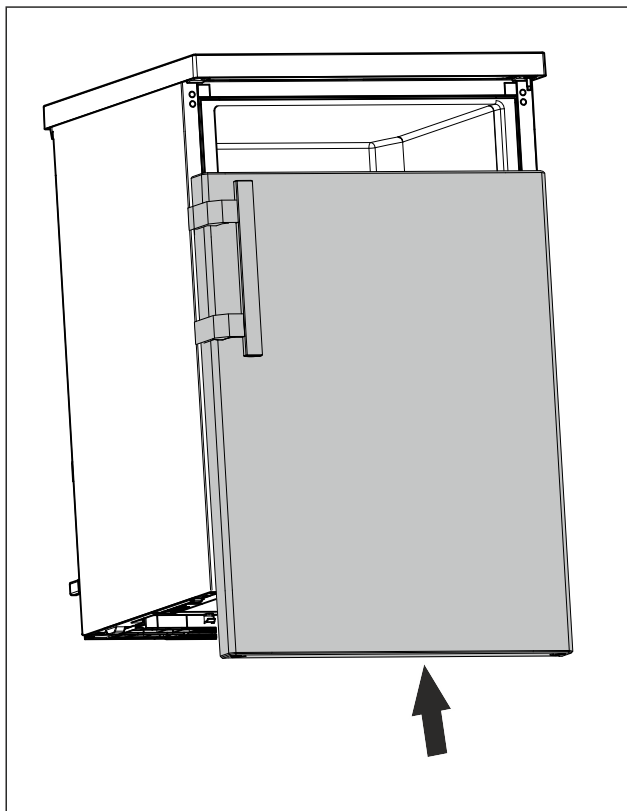

Fig. 19
- Når døren er lukket, skubbes den på den øverste bolt. (se Fig. 19)